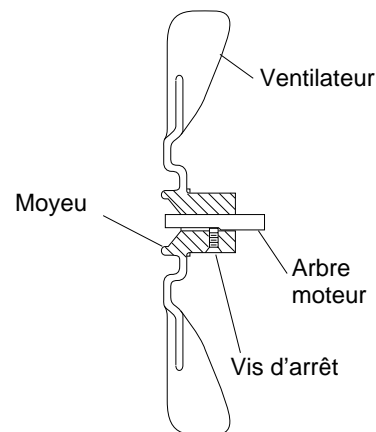

Figure 8 - Vue en coupe du ventilateur
6. Remettre le ventilateur en place sur l'arbre moteur. Veiller à ce que la vis d'arrêt touche l'arrière du méplat de l'arbre (voir la figure 8).